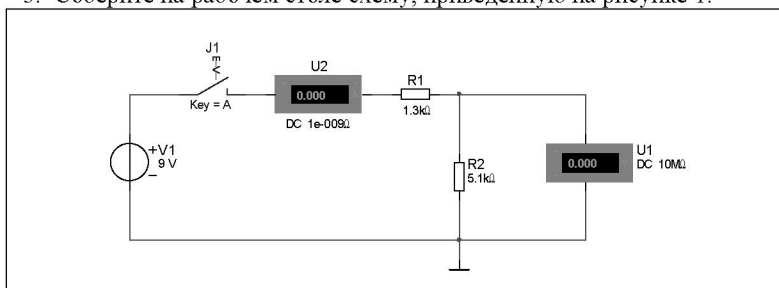

Рис. 1. Принципиальная схема неразветвлённой электрической цепи с амперметром и вольтметром
- В схеме, собранной по рис. 1, увеличьте напряжение источника до 10 В. Выполните моделирование и убедитесь в выходе из строя резистора R2. Восстановите схему, по очереди выделяете (двойным кликом ЛКМ) резисторы и измените указанную мощность (Maximum Rated Power) на 10 Вт. Включите моделирование и убедитесь, что схема работает штатно.